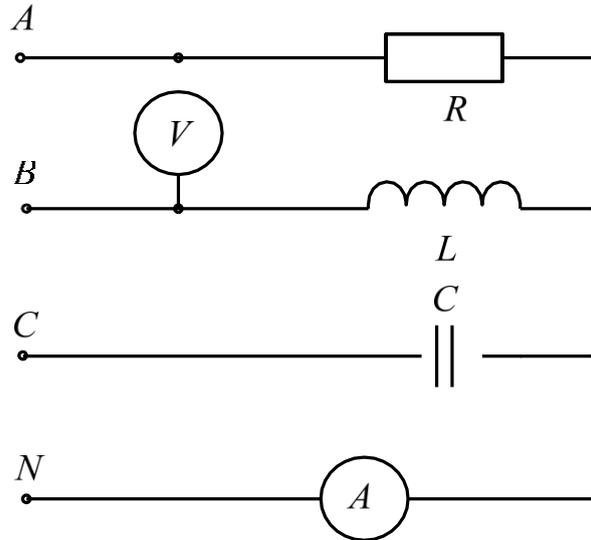

Рис. 3.2. Расчетная схема
**Задача 3.2.** В трехфазной цепи (рис. 3.2) с параметрами  $R = 10$  Ом,  $x_L = x_C = 10$  Ом вольтметр показывает 220 В. Определить показание амперметра.